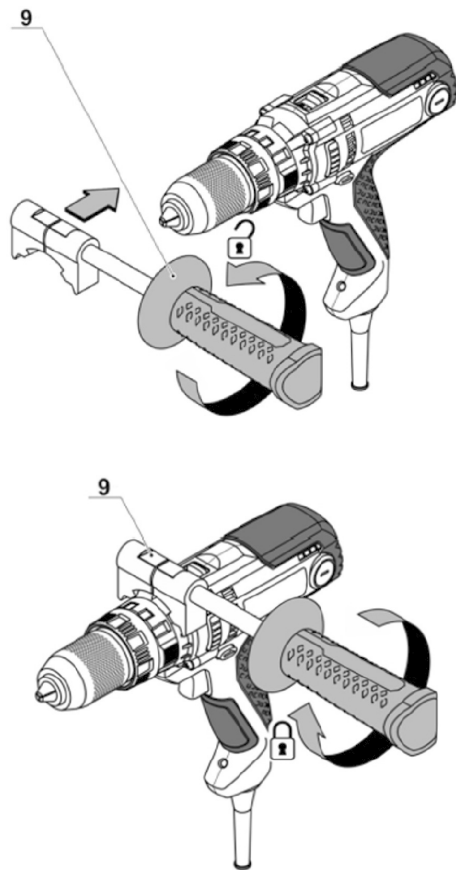

Fig. 2 – Instalación del mango auxiliar
- a. Gire el mango auxiliar (9) en sentido contrario a las agujas del reloj para desbloquear el cierre.
- b. Introduzca el mango auxiliar (9) en el aparato.
- c. Gire el mango auxiliar (9) en el sentido de las agujas del reloj para fijarla al equipo, siguiendo los pasos indicados en la Fig. 2.